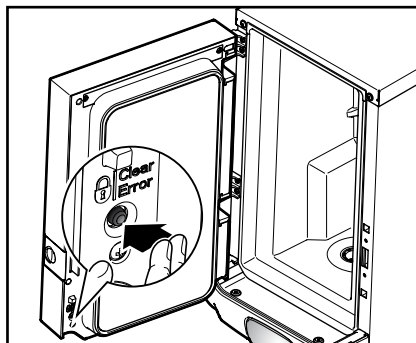

Fig. 22
2. Tryk på kontakten LÅS/Clear Error for at spærre drikkeaftapningen (fig. 22).
3. For at låse kaffemaskinen op skal du trykke på LÅS/Clear Error-kontakten igen for at aktivere drikkeaftapningen (fig. 22).